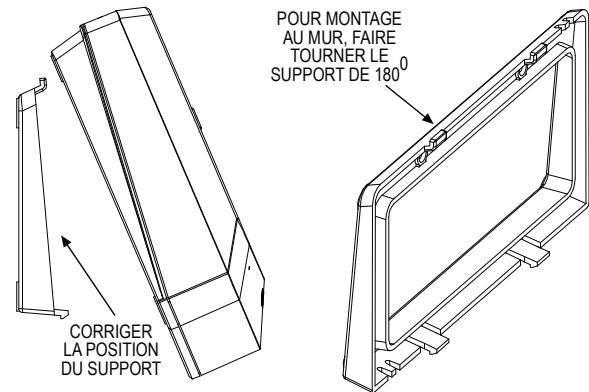

Figure 7a
1. Faire tourner le support de 180° avant le montage sur le mur, comme indiqué en Figure 7a.